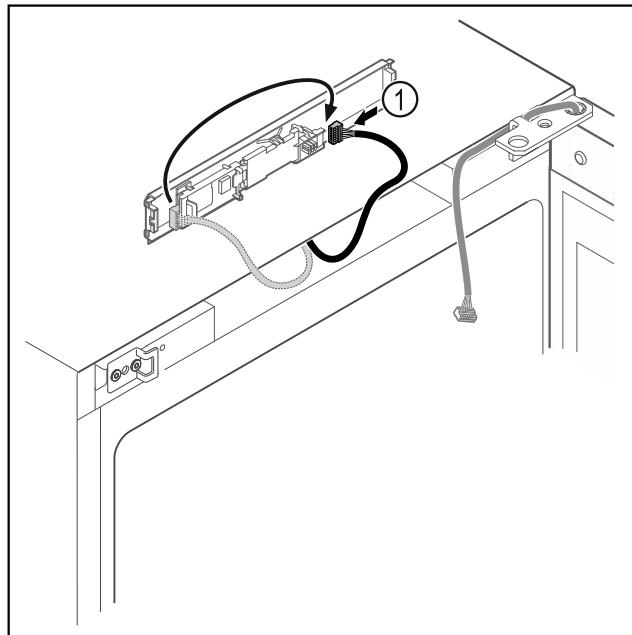

Fig. 19
► Переставити штекер *Fig. 19 (1)* на плиті.